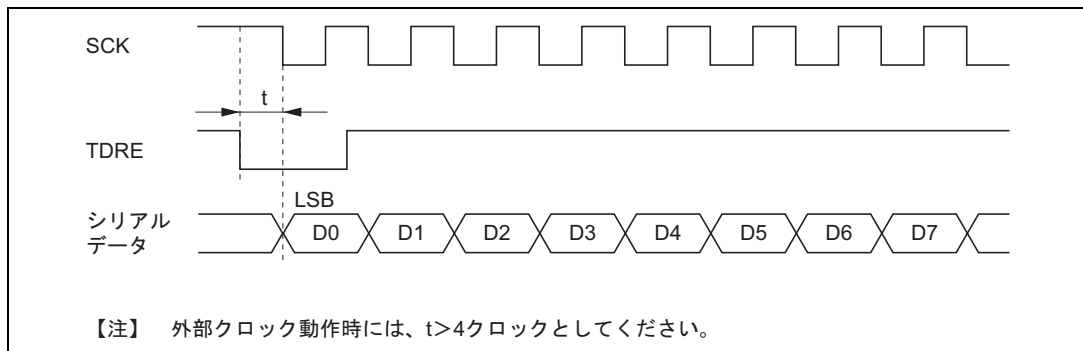

図 13.22 DTC によるクロック同期式送信時の例
- (a) 同期クロックに外部クロックソースを使用する場合、DTCによるTDRの更新後、クロックで5クロック以上経過したあとに、送信クロックを入力してください。TDRの更新後4クロック以内に送信クロックを入力すると、誤動作することがあります(図13.22)。